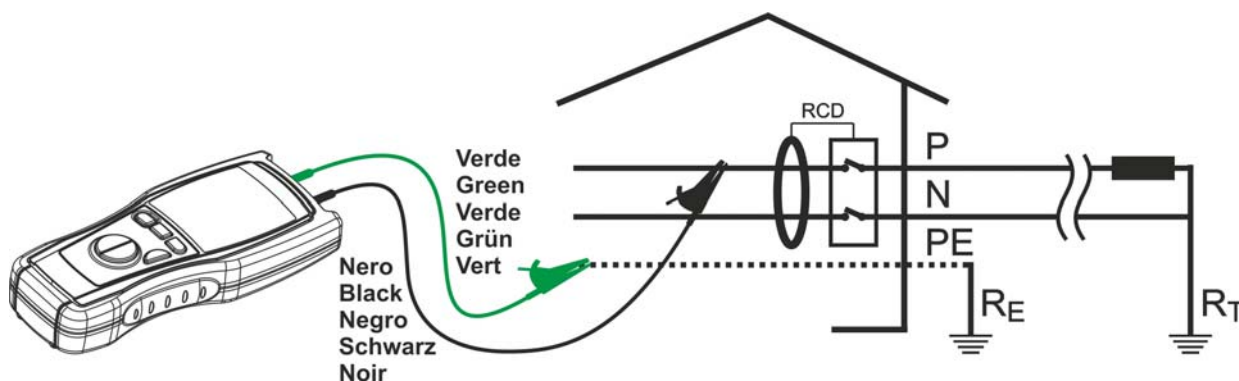

Fig. 12 : Connexion des bornes de l'instrument dans l'essai RCD
- Connecter la borne verte de l'instrument au conducteur de protection (terre) et le conducteur noir au câble de phase en aval du différentiel à tester (voir Fig. 12).
- Insérer le câble shuko dans une prise de courant en aval du différentiel à tester (voir Fig. 12).
6. Connecter la borne verte de l'instrument au conducteur de protection (terre) et le conducteur noir au câble de phase en aval du différentiel à tester (voir Fig. 12).
6. Insérer le câble shuko dans une prise de courant en aval du différentiel à tester (voir Fig. 12)